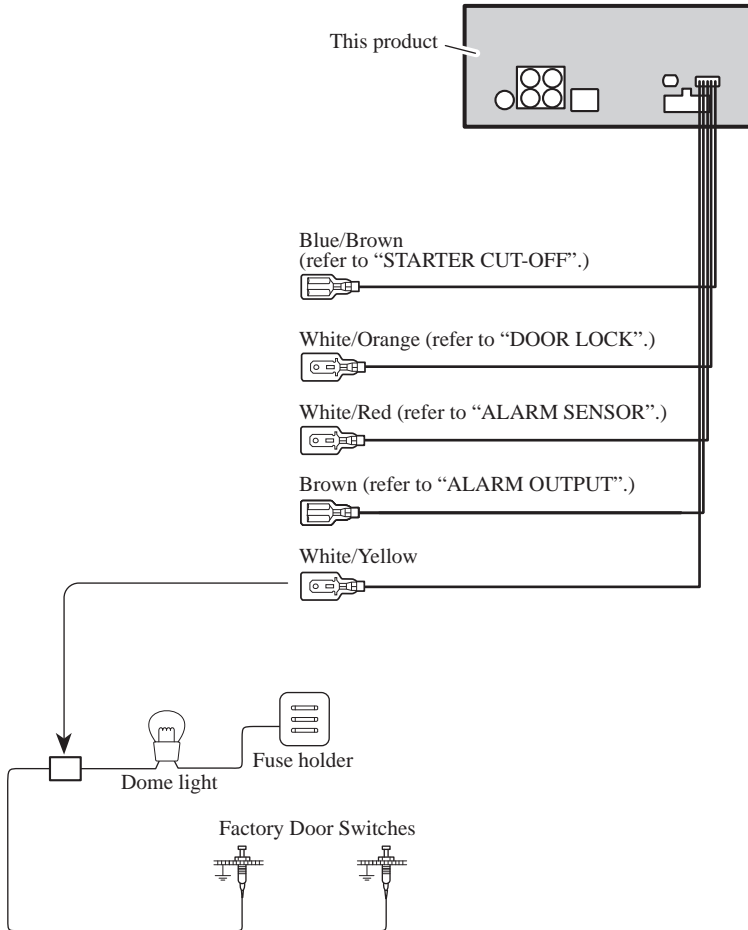

Fig. 4
- **White/Yellow (DOOR SWITCH)** (Fig. 4 & 5)